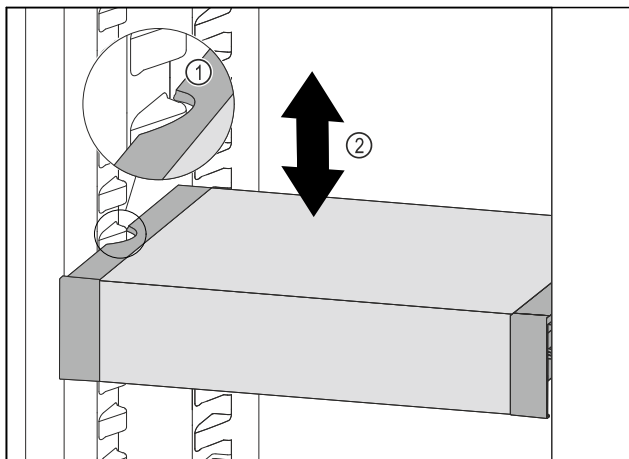

Fig. 105
- 向前移动 VarioSafe，直到 VarioSafe 两侧的凹槽与冷藏区中的容器肋梁持平。 Fig. 105 (1)
- 在冷藏区中向上或向下移动 VarioSafe，直至所需高度。 Fig. 105 (2)